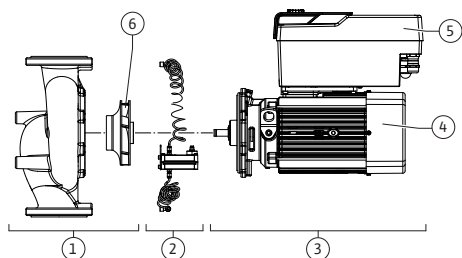

Fig. 3: Funktionskomponenter
**Funktionskomponentgrupper (Fig. 3)**